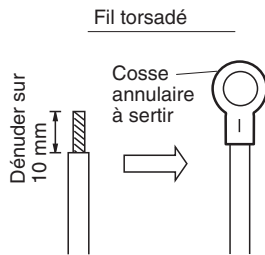
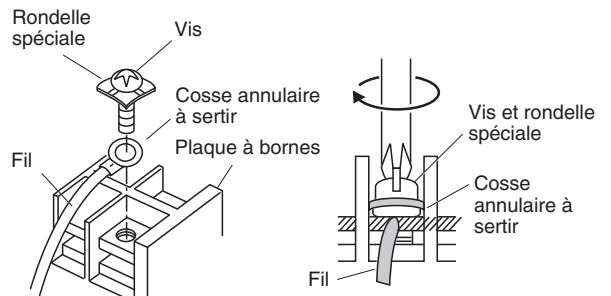

Fig. 4-7
Fig. 4-8
- (1) Couper l'extrémité de câble avec une pince coupante, puis dénuder l'isolant pour exposer le câblage à garniture tressée sur environ 10 mm, et torsader bien les extrémités de câble. (Fig. 4-7)
- (2) En utilisant un tournevis Phillips, enlever la ou les vis de borne situées sur la plaque de bornes.
- (3) En utilisant une pièce de fixation de connecteur d'anneau ou une tenaille, garnir chaque extrémité de câble dénudée avec une cosse annulaire à sertir.
- (4) Placer la borne à anneau de pression, remplacer et serrer la vis de borne enlevée en utilisant un tournevis. (Fig. 4-8)